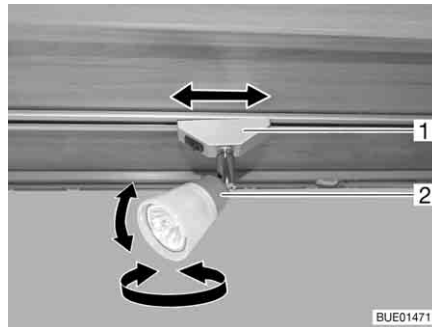

Fig. 65 Spot
*Tourner :* ■ Saisir le boîtier (Fig. 65,2) et le tourner.
*Faire coulisser :* ■ Attraper le support (Fig. 65,1) le faire pivoter d'environ 45°.
*Enlever :* ■ Attraper le support (Fig. 65,1) et le faire pivoter d'environ 90°.